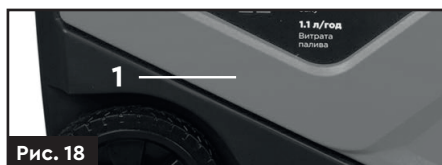

Рис. 18
1. Відкрийте кришку технічного обслуговування (1) (рис. 18).